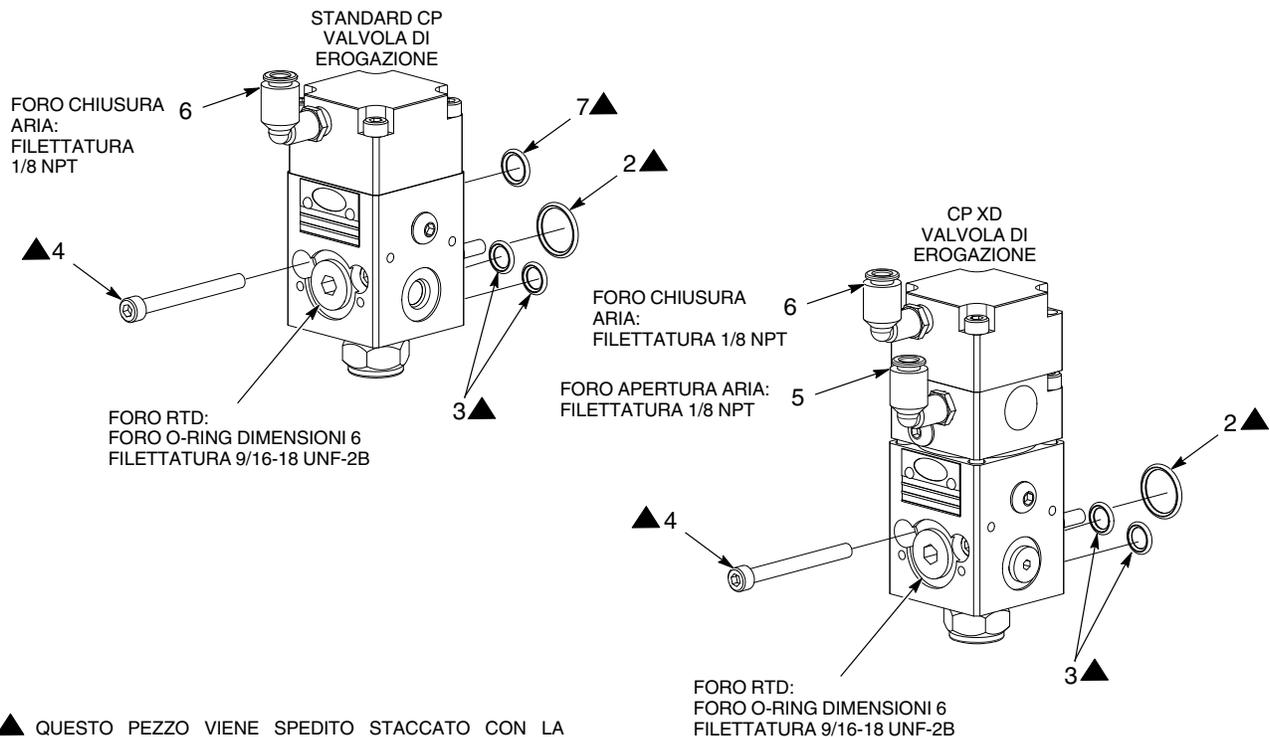

Figura 3 Installazione
1. **Valvola di erogazione CP standard:** Vedi figura 3. Lubrificare gli o-ring (2, 3, 7) con grasso Mobil SHC 100 e montarli sul regolatore CP.